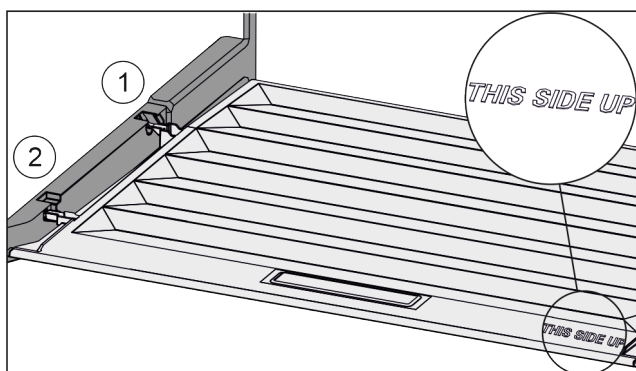

Fig. 37
- ▶ Вставить поперечные ребра крышки через отверстие заднего держателя Fig. 37 (1) и защелкнуть спереди в держателе Fig. 37 (2).